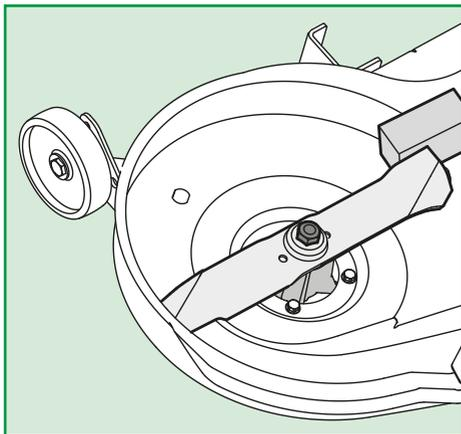

Figura 26
3. Remova a porca que prende a lâmina ao eixo rotativo. Ver Figura 26;